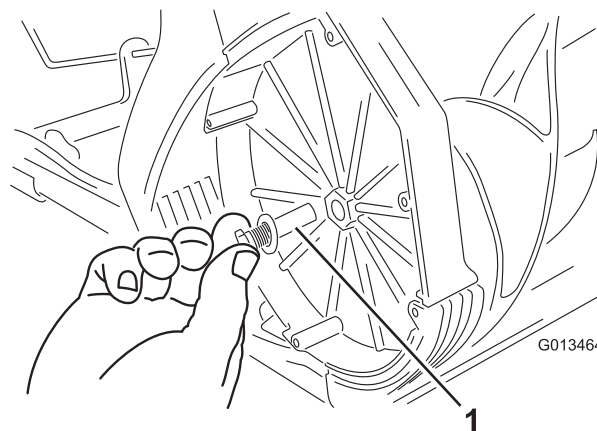

Figure 11
2. Retirez l'axe de la fraise (Figure 11).